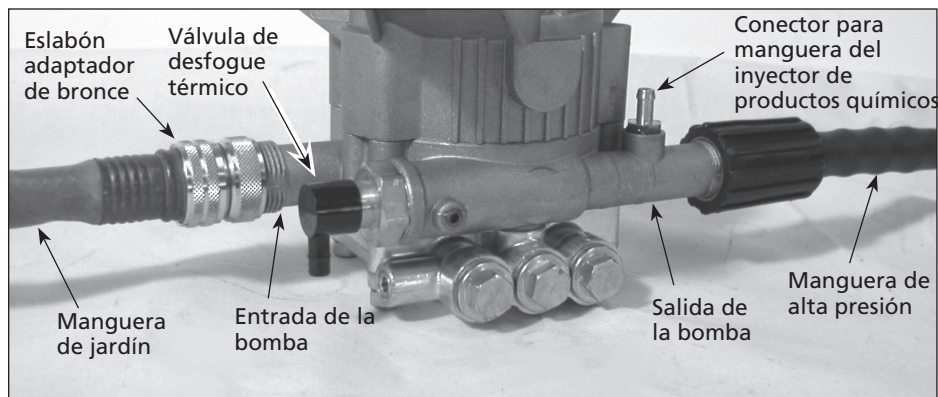
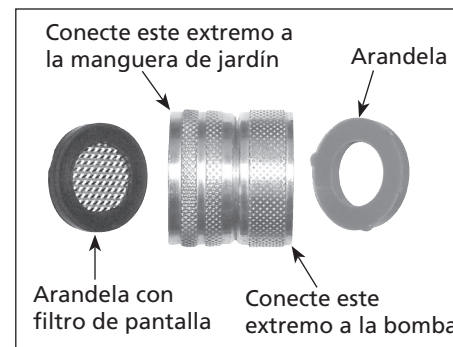

Figura 2 - Conexión de la bomba
Figura 3 - Eslabón adaptador de bronce
1. Conecte el tubo de plástico transparente al conector dentado de la bomba (ver Figura 2 en la página 21).
2. **Adaptador giratorio de bronce** (vea la Figura 2). Si ya no está conectado a la entrada de la bomba, arme el eslabón adaptador y conéctelo a la entrada de la bomba (Figura 3 y Figura 4). Asegúrese de conectar el lado correcto del eslabón adaptador a la bomba.